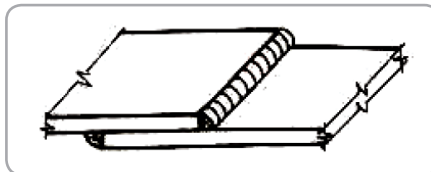

Fig.13
- **Îmbinări sudate prin suprapunere (fig. 13):**